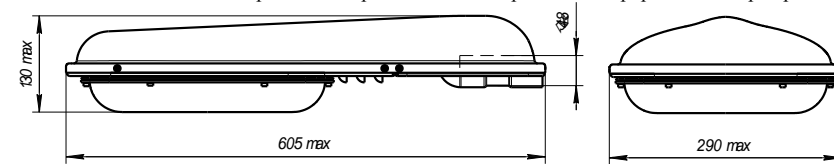

Рис.1
1.1. Светильник серии GALAD СЕВЕР LED (рис.1) со светодиодными источниками света устанавливаются на опорах с Г-образным кронштейном диаметром 48 мм под углом 15...20 град. к горизонту и предназначены для освещения улиц, дорог со средней и низкой интенсивностью движения транспорта, автостоянок, железнодорожных платформ, дворовых территорий и т.п.